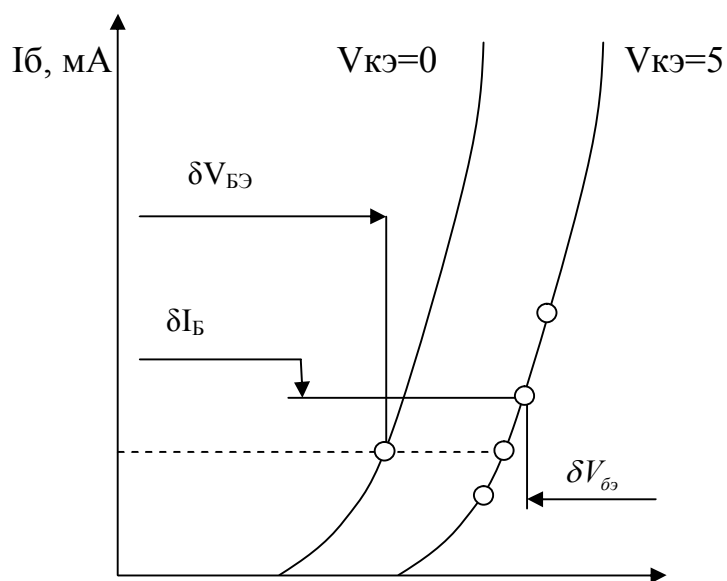

Рис. 3.3. Входные характеристики транзистора, включенного по схеме с общим эмиттером.
При экспериментальном определении h – параметров можно использовать схемы, применяемые для снятия статических характеристик (Рис. 3.3 и 3.4).
6. По полученным данным построить входные ВАХ транзистора, руководствуясь рис. 3.3.